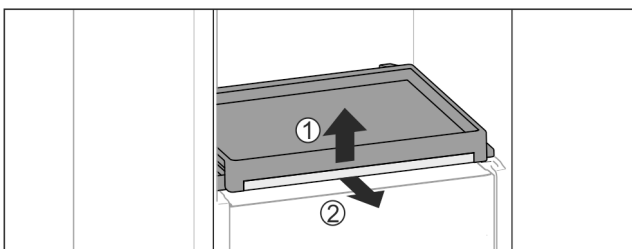

Fig. 111
- ▶ Uitschuifplateau met glasplaat eruit halen: Glasplaat aan de voorkant licht omhoog tillen Fig. 111 (1) en vanaf de voorkant eruit trekken Fig. 111 (2).